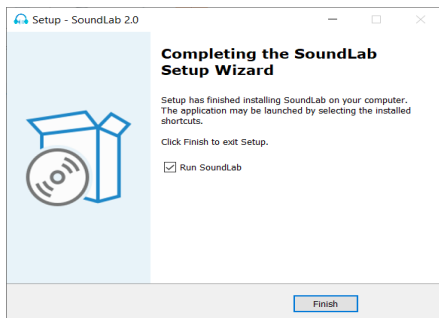

Figura 28
2. A barra de menu do software é exibida conforme ilustrado na figura 28.